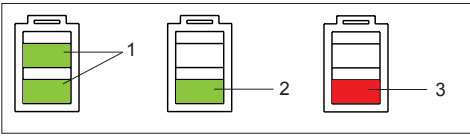

Fig. 10
- Read off battery charge on LED indicator (Fig. 10):
- 1 = min. strap tension approx. 400/1200 N* (88/264 lbs.) (PP)
- Estado de carga del acumulador en el indicador LED (Fig. 10):
- Lire l'état de charge de l'affichage DEL (Fig. 10):
- 1 = force de tension minimale env. 400/1200 N* (PP)